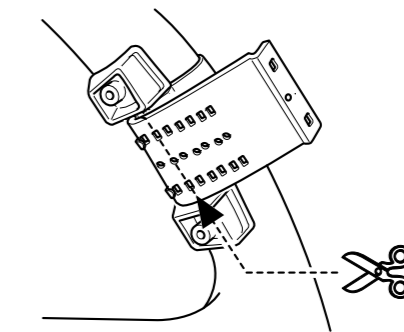

Fig. 15
2. Couper la partie de la courroie en excès au centre du support interne. (Fig. 15)